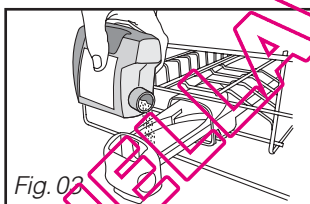

Fig. 03
- **Les poudres ou les liquides dans le tiroir du distributeur (Fig 03)**